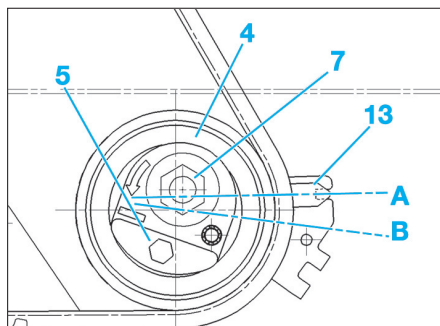

Fig. 29
- Tourner le galet tendeur (4) à l'aide d'une clé 6 pans en (5) dans le sens antihoraire de manière à mettre en place l'index (13) en position (B) (Fig.29).
- Serrer l'écrou (7) de fixation du galet tendeur.
- Desserrer l'écrou en maintenant la position du galet tendeur à l'aide de l'empreinte (5).
- Amener l'index (13) à sa position de réglage (A) (Fig.29).